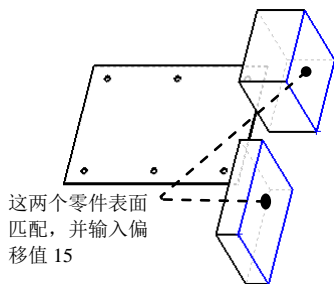

图 17.2.23 元件装配的第二约束
(3) 创建“距离 5”配合。选取图 17.2.23 所示的两个面为要配合的实体，单击  按钮，并在其后的文本框中输入数值 15，取消选中 ☐ **反转尺寸(E)** 复选框；单击 **配合对齐:** 选项中的“同向对齐”按钮 ，单击“距离 5”对话框中的  按钮。